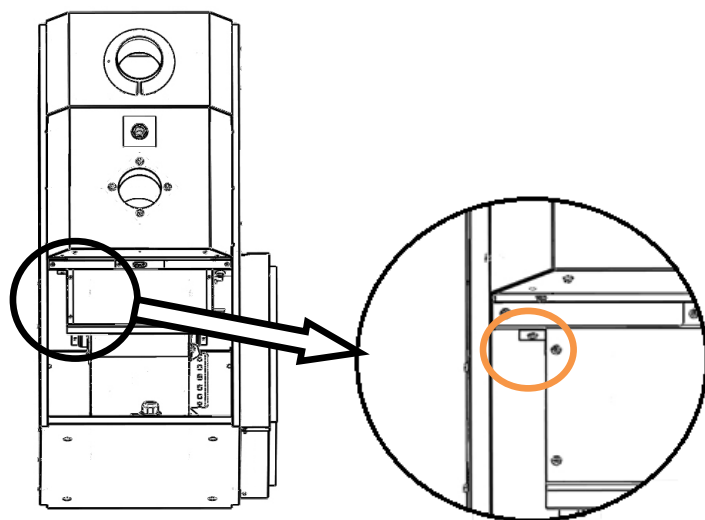

Figure 3
5) Retirer la vis qui retient le côté du ventilateur au panneau séparateur (Figure 3).